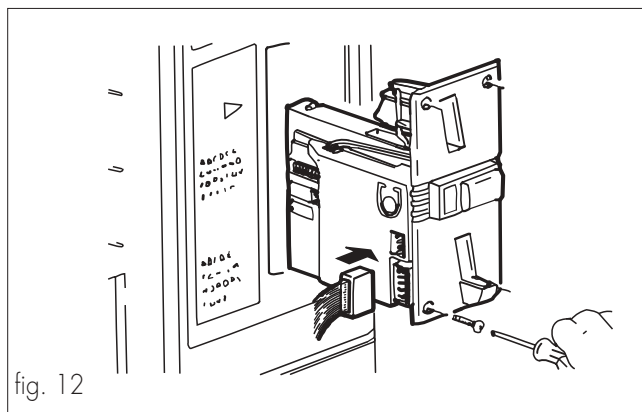

fig. 12
- Introducir el monedero y fijarlo utilizando los 4 tornillos con tuerca suministrados con el distribuidor (fig. 12).
- Conectar el flat cable al monedero (fig. 12).